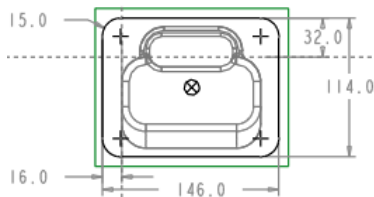

图 4.10 截面草图
④ 绘制“束子”轮廓。进入草绘环境后, 选取 **MOLD_FRONT** 和 **MOLD_RIGHT** 基准平面为草绘参考, 在“参考”对话框中单击 **关闭 (C)** 按钮, 绘制图 4.10 所示的截面草图。